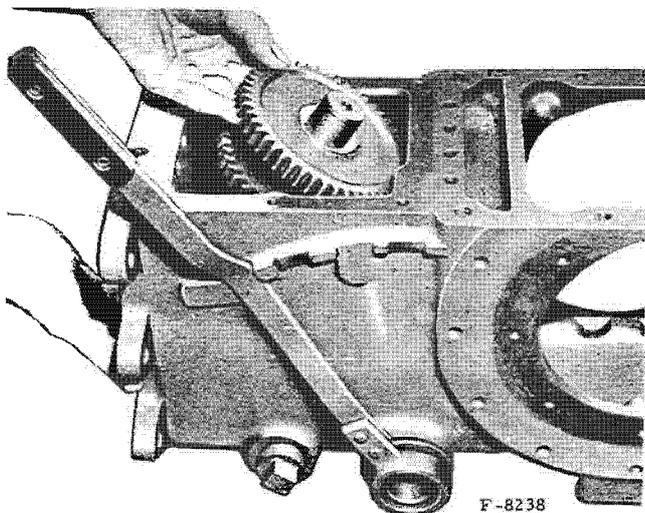

Fig. 41. - Extraction de l'arbre intermédiaire.
- Sortez l'arbre intermédiaire avec ses pignons (fig. 41).